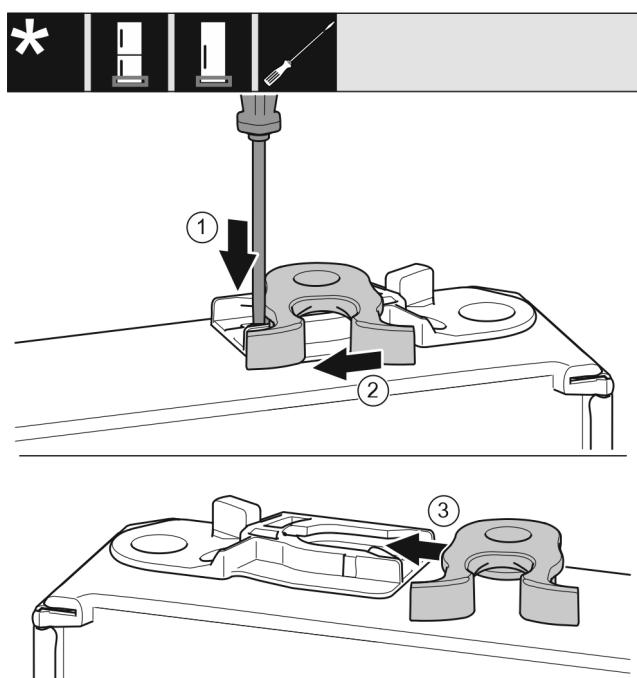

Fig. 16
- Нажмите шлицевой отверткой на накладку вниз. Fig. 16 (1)
- Выведите запорный крючок из направляющей. Fig. 16 (2)
- Вставьте запорный крючок в направляющую с другой стороны. Fig. 16 (3)